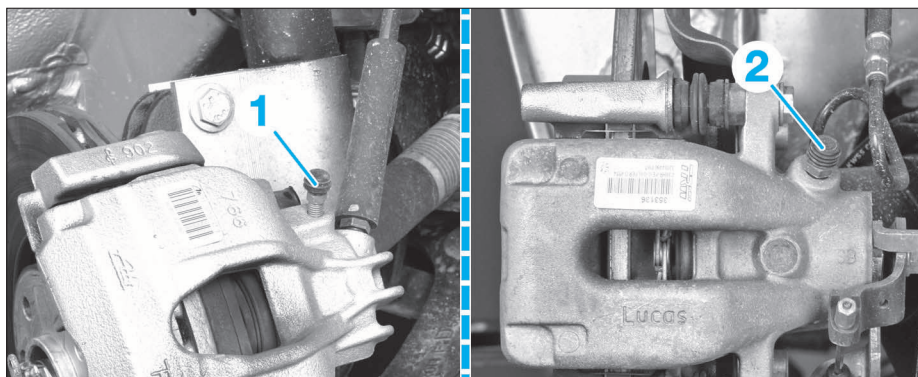

FIG. 27
- Purger chaque étrier de frein en procédant dans l'ordre suivant (Fig.27) :
- roue avant gauche (1)
- roue arrière gauche (2)